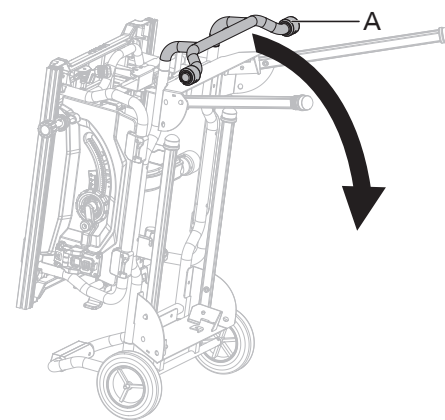

Fig. 3b
- Saisir fermement la poignée (A) et lentement incliner le socle vers le bas jusqu'à ce qu'il soit en équilibre au sol. (Fig. 3b-3c)